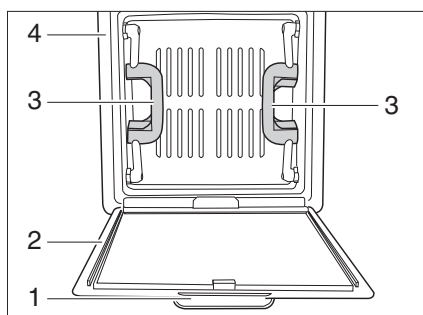

Fig. 44 Lanterneau à pousoirs (variante 2)
- Tirer la moustiquaire (Fig. 44,2) vers le bas en la maintenant par la poignée (Fig. 44,1). La moustiquaire se rabat vers le bas.
- Saisir les deux poignées du lanterneau (Fig. 44,3) et le pousser vers le haut.
- Rabattre la moustiquaire vers le haut et l'enclencher au niveau du cadre (Fig. 44,4).
- Saisir les deux poignées du lanterneau (Fig. 44,3) et le tirer énergiquement vers le bas.